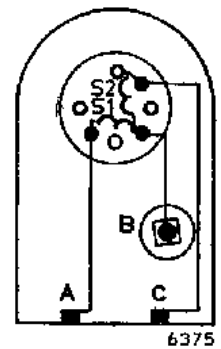

Fig. 21. Aansluiting van de trillerspoel
- Monteer de nieuwe spoel op de as; let er hierbij op dat de spoel in de juiste stand t.o.v. de veer wordt gemonteerd, zodat de twee onderste aansluitpunten (S1) op gelijke hoogte liggen (fig. 21).
- Sluit de trillerspoel aan volgens fig. 21.